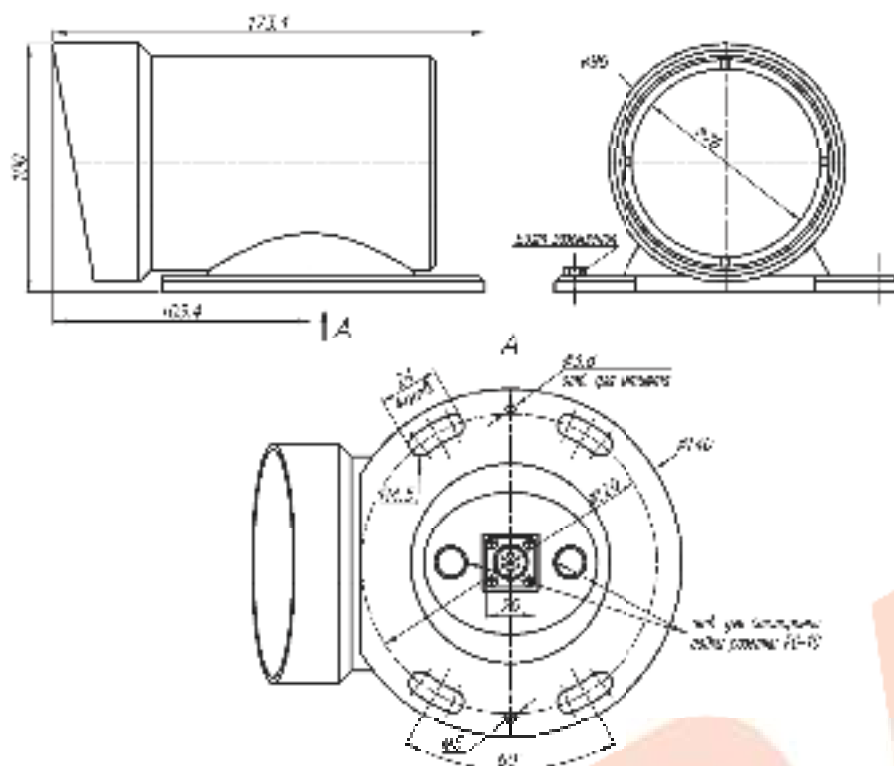

Рис. 2 Габаритно-установочные размеры.
13. Габариты и установочные размеры..... см, рис. 2
3. Заземлить телекамеру при помощи болта «заземления» (рис.2).
При повышенных вибрационных нагрузках конструкцией изделия предусмотрено стопорение гайки розетки PC-10 стальной проволокой диаметром не более 0,5 мм через два отверстия в гайке розетки и отверстия в чашках для опломбирования (см. рис.2).